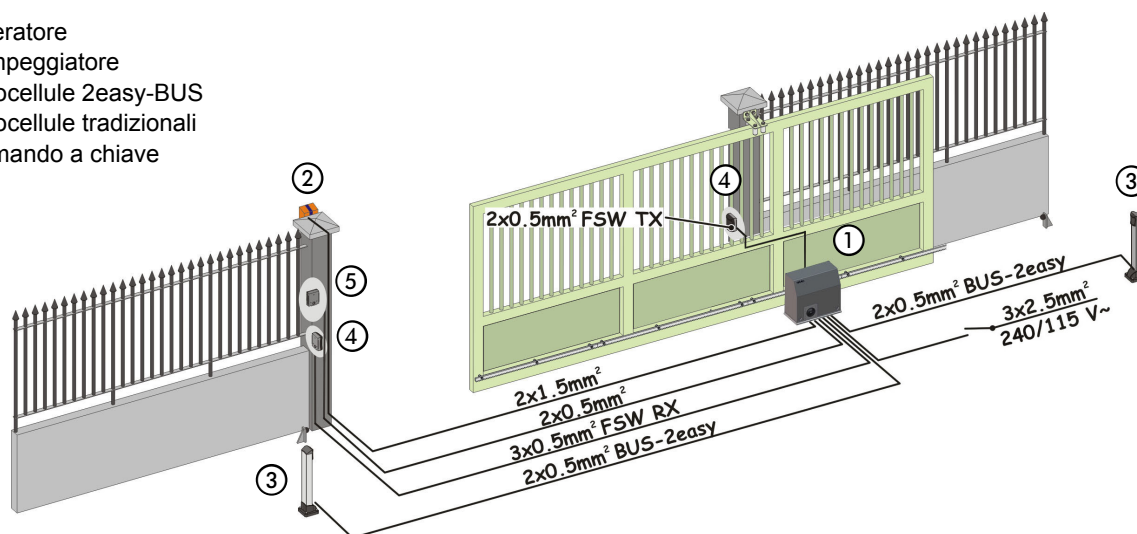

Fig. 3
5. Predisporre i cavi elettrici per il collegamento con gli accessori e l'alimentazione elettrica come da Fig. 3.
- Seguendo le indicazioni di Fig. 3 predisporre i cavi nelle canalizzazioni ed effettuare i collegamenti elettrici con gli accessori prescelti.